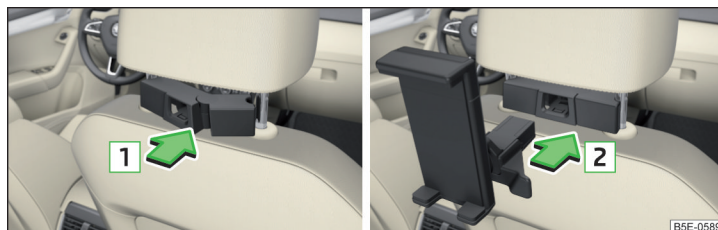

Fig. 98 Introducir: Adaptador / soporte
- Para **introducir**, colocar adelante el adaptador abierto en las barras-guía del reposacabezas y encajar en el sentido de la flecha **1** » fig. 98 » !.